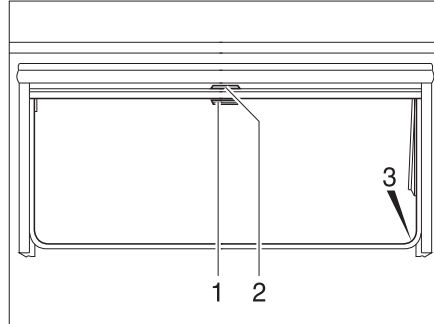

Fig. 76 Finestra apribile
- Tirare verso il basso l'oscurante a rullo accompagnandolo con la maniglia (Fig. 76,2). Quando si chiude completamente l'oscurante a rullo esso va agganciato da entrambi i lati al telaio della finestra nell'apposito elemento di fissaggio (Fig. 76,3).
- Quando l'oscurante a rullo è completamente chiuso: Spingere la maniglia (Fig. 76,2) verso il basso tirandola leggermente verso l'interno. Sganciare l'oscurante a rullo dagli elementi di fissaggio a destra e a sinistra del telaio della finestra.
- Quando l'oscurante a rullo si trova in posizione intermedia: Tirare la maniglia (Fig. 76,2) leggermente verso il basso finché l'elemento di fissaggio non si è sganciato.
- Tirare la maniglia (Fig. 76,1) della zanzariera a rullo verso il basso e agganciarla all'elemento di fissaggio (Fig. 76,3) su entrambi i lati del telaio della finestra.
- Spingere la maniglia (Fig. 76,1) verso il basso tirandola leggermente verso l'interno. Sganciare la zanzariera a rullo dagli elementi di fissaggio a destra e a sinistra del telaio della finestra.